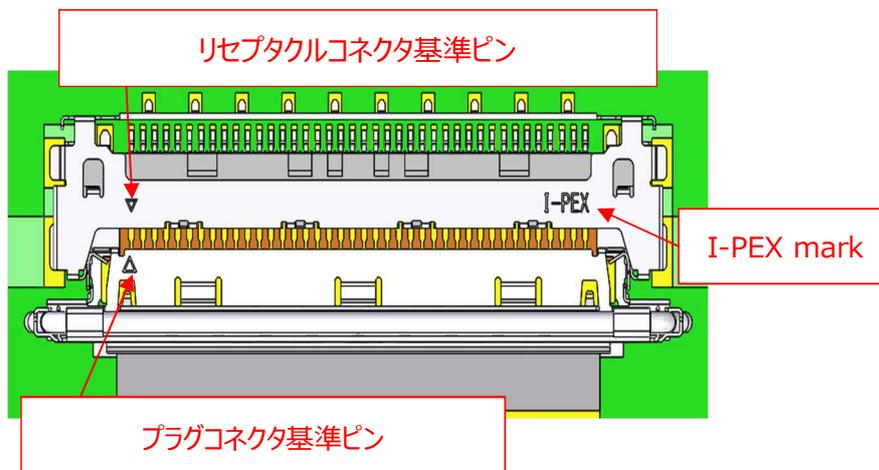

図 3
①図 3 の様に、リセプタクルコネクタの基準ピンマークにプラグコネクタの基準ピンマークがくる様にセットする。